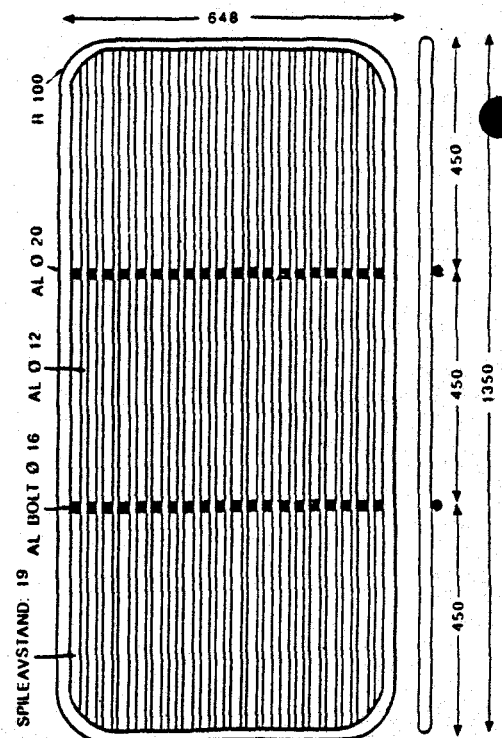

Fig.3
A. SORTERINGSRIST (se fig. 3.)